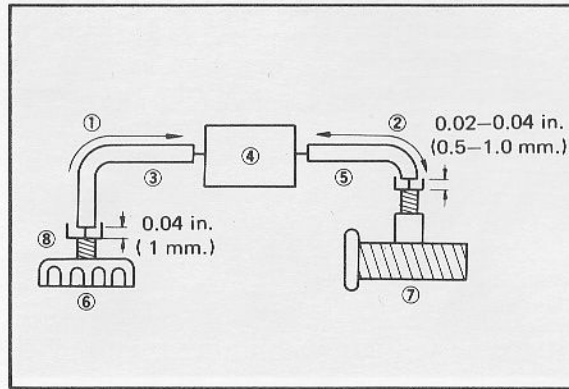

Fig. 2-5-2
After engine idle speed is set, make cable freeplay adjustment at cable adjuster (8) near throttle grip. Loosen locknut and turn adjuster until there is 0.02 ~ 0.04 in. (0.5 ~ 1.0 mm.) freeplay between throttle cable housing and cable adjuster. Retighten locknut. Loosen cable adjuster locknut (at top of carburetor) and turn cable adjuster until there is 0.04 in. (1.0 mm.) freeplay in cable "B". Retighten locknut. (Fig. 2-5-2)
Après avoir réglé la vitesse de ralenti, ajuster le jeu du câble au ridoir (8) près de la poignée des gaz. Desserrer le contre-écrou et tourner le ridoir jusqu'à obtenir 0,5 ~ 1 mm de jeu entre la gaine de câble et le ridoir de câble. Resserrer le contre-écrou. Desserrer le contre-écrou de ridoir de câble (en haut du carburateur) et tourner le ridoir de câble jusqu'à obtenir 1 mm de jeu dans la partie "B" du câble. Resserrer le contre-écrou. (Fig. 2-5-2)